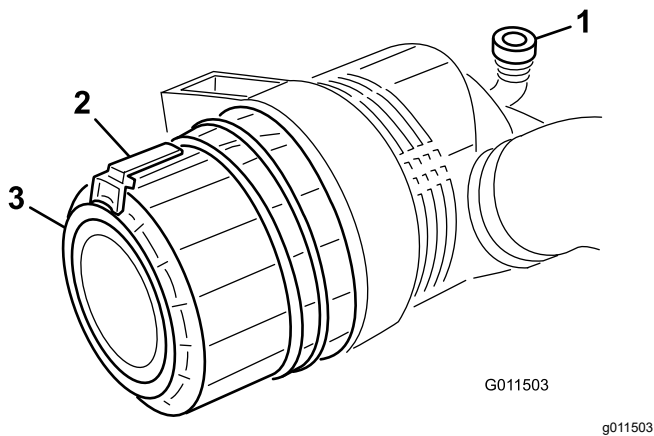

図 87
2. ラッチを引いて外し、カバーを左にひねってボディからはずす 図 87。